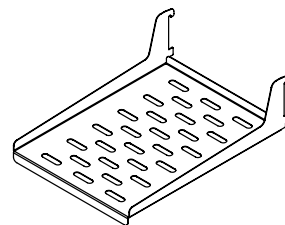

Figure 35
- (1) Faites glisser étagère en porte à faux de métal (Voyez la Figure 35).